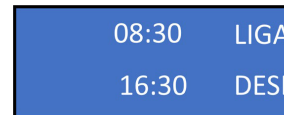

Figura 43
36. Para iniciar a programação pressione a tecla “OK” em seguida, utilize a tecla “para cima” para acrescentar a hora desejada e a tecla “para baixo” para diminuir. Depois de definir o horário para ligar e pressione a tecla “OK” para seguir e ajustar os minutos, e assim sucessivamente, até que os dois horários estejam definidos (Figura 43).